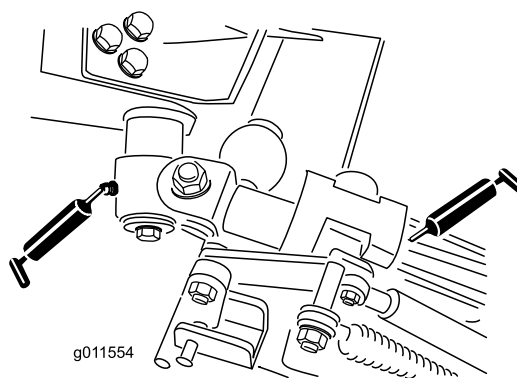

Figura 87
- Dois casquilhos da articulação da alavanca (Figura 87)
- Quatro casquilhos do braço traseiro (Figura 87)